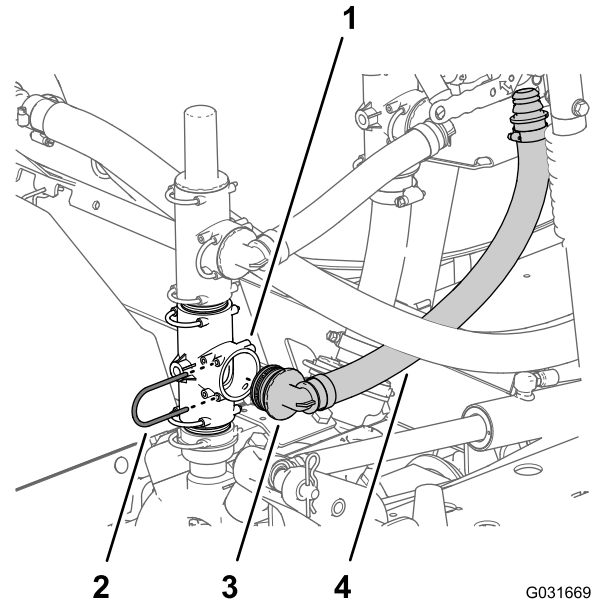

Figura 10
1. Alinee el otro acoplamiento de 90° de la manguera de suministro con el orificio abierto del acoplamiento en T de la bomba de fumigación, e introduzca el acoplamiento de 90° hasta que quede asentado (Figura 10).
2. Sujete el acoplamiento de 90° al acoplamiento en T en la bomba del fumigador con la horquilla de retención (Figura 10) que retiró en el paso 1 de Cambio de posición de la válvula de alivio de presión y el acoplamiento en T superior \(página 5\).